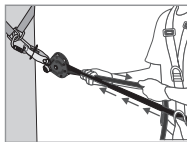
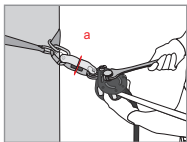

Fig. 3
Fig. 4
Zodra de veiligheidslijn is geïnstalleerd, moet de spanning vooraf worden gecontroleerd door handmatig aan het touw te trekken (aan de kant van de eindknoop – fig. 3). De kam (8) en de klemhendel (4) moeten automatisch in contact komen met het touw. Haal de klemhendel (4) naar beneden en pas door middel van een aangepaste sleutel het zolang spanning toe op de as voor de spanningsinstelling (1) tot de spanningsindicatorring (a) op de spanningsindicator (2) vrij ronddraait (fig. 4). Zodra de spanningsindicatorring vrij ronddraait DEZE NIET VERDER AANDRAAIEN! Dit komt overeen met een voorspanning op de lijn van ongeveer 1 kN. Controleer tijdens het gebruik deze spanning regelmatig (rotatie van de spanningsindicatorring) en stel deze indien nodig af zoals hierboven beschreven.
**OPGELET!** Probeer in geen geval de as voor de spanningsinstelling (1) los te draaien met de sleutel. De kam (8) biedt weerstand aan het losdraaien en aan rotaties tegen de wijzers van de klok in. Losdraaien in deze richting kan rampzalige gevolgen hebben voor de werking van het systeem en de staat van het touw.